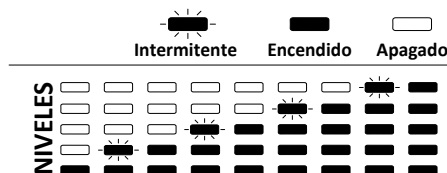

Figura 16
- **Congelamiento rápido (Congelar rápido):** Ajuste de la temperatura que permite maximizar el rendimiento del producto. Cuando el botón de "congelamiento rápido" (Congelar rápido) es accionado, la luz que indica la posición de temperatura se apaga y la señal de "Congelamiento rápido" (Congelar rápido) se mantiene encendida. Al final del ciclo del congelamiento rápido (función ha terminado), se escuchará un sonido indicando que la función ha terminado. Una vez finalizada la función, vuelve a aparecer el último ajuste de temperatura (Figura 16).